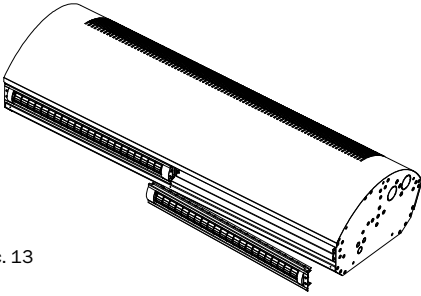

Рис. 13
5. Полностью освободить сопло из завесы (см. рисунок 13).